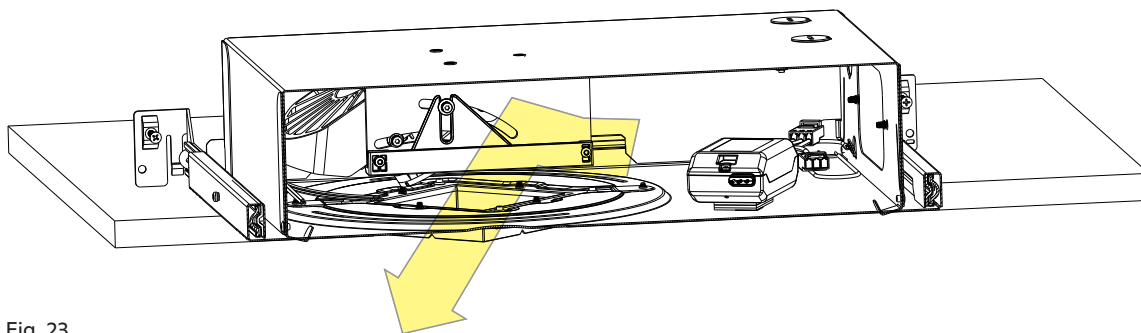

Fig. 23
- d. Tire del cable para liberar la fuente de alimentación del artefacto a través de la abertura (consulte la Fig. 23).